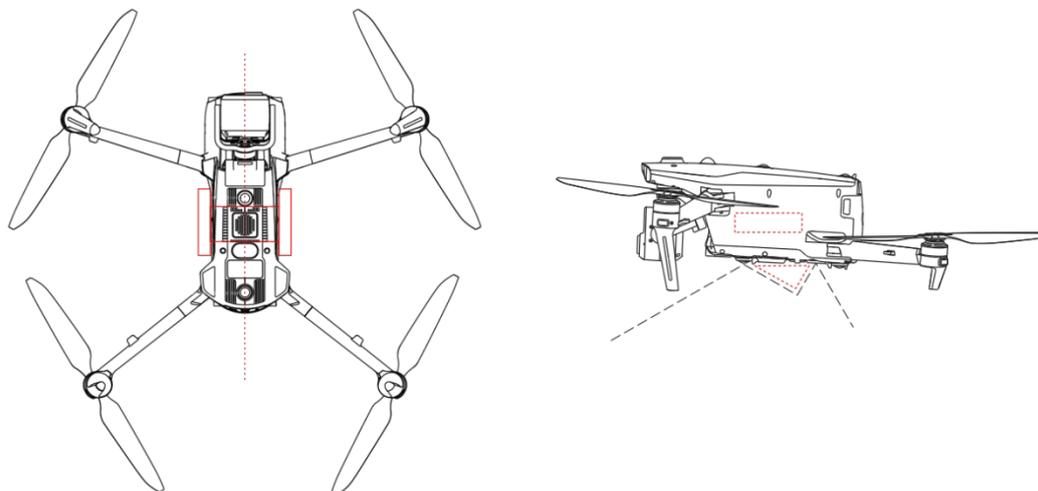

图 2-1 挂载重心分布与无干涉区域（红线区域）
- 进行物质挂载（未安装充电脚架）时，应确保挂载点重心不超出框选的区域（图 2-1 左侧红线区域）；同时挂载物的外形尺寸大小应避免超出无干涉区域（图 2-1 右侧红线区域）。